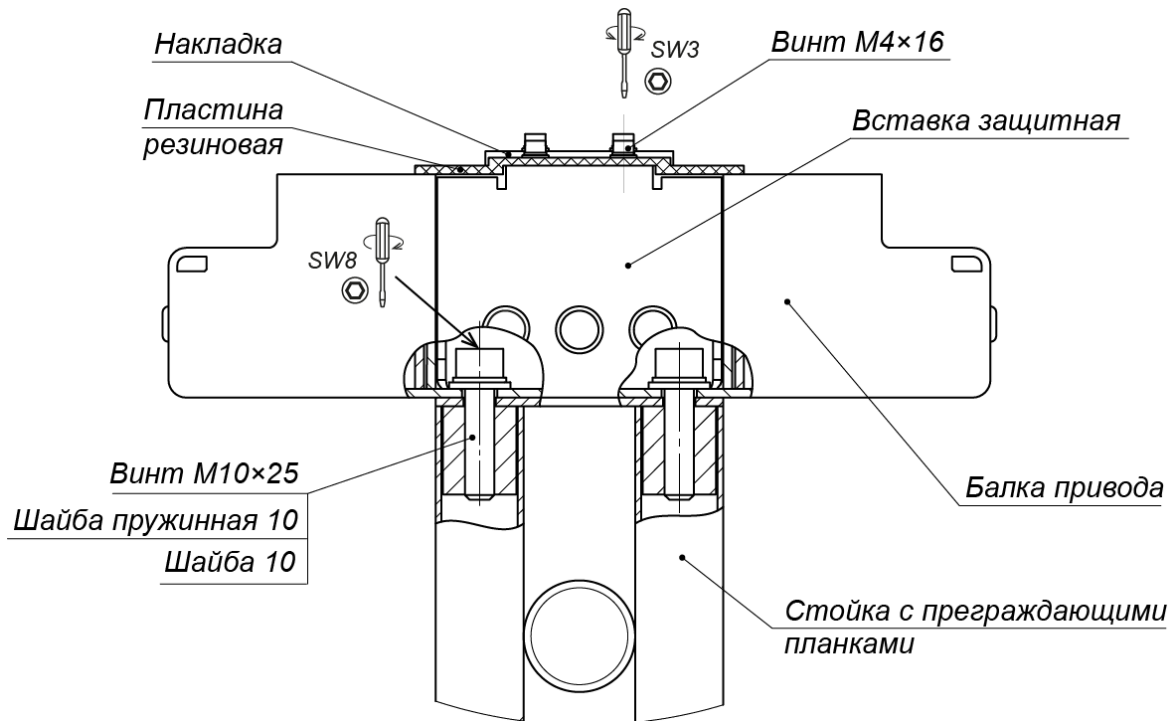
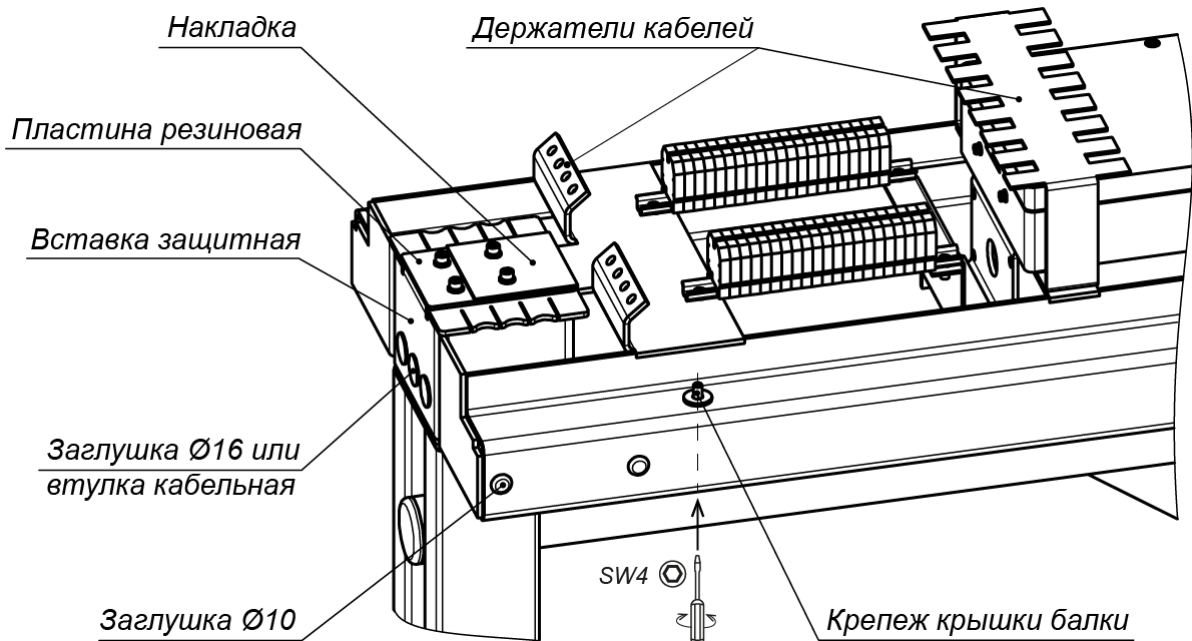

Рисунок 17. Крепление балки привода (8) к стойке с преграждающими планками (5)
Рисунок 18. Элементы балки привода
- Закрепите балку привода на стойке с преграждающими планками (5) двумя болтами M10×25, ключ SW8 (см. рис. 17) (для более удобного доступа к отверстиям можно предварительно снять накладку, резиновую пластину и вставку защитную, открутив четыре винта M4×16, ключ SW3, см. рис. 18).
26. Установите крышку (9) на балку привода (8):
- Вкрутите четыре невыпадающих винта М5 (ключ SW4), фиксирующие крышку балки (см. рис. 18).